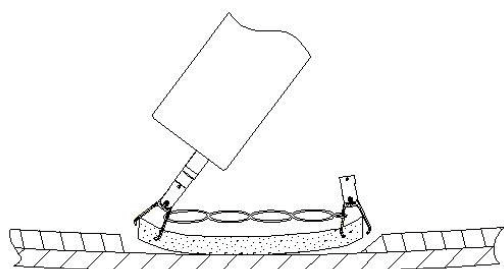
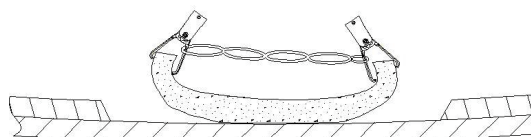

Fig. 5
Fig. 6
10. Una vez que el brazo/mandíbula/proyector de la pinza endoscópica se ha enganchado/atravesado el bucle distal del anillo elástico, puede colocarse adecuadamente para que se enganche en el tejido y proporcione la tracción/contratracción/triangulación deseada. Una vez que la pinza endoscópica se acopla al tejido objetivo y se conecta al anillo elástico de la pinza primaria, se despliega desde el conjunto del catéter según la etapa 7 anterior (Fig. 5 y Fig. 6). A medida que el tejido objetivo se corta y se libera de su posición, la tensión del lazo que conecta los dos clips eleva los colgajos de tejido para exponer el tejido subyacente y los ángulos de corte adecuados para ayudar en el proceso de resección.